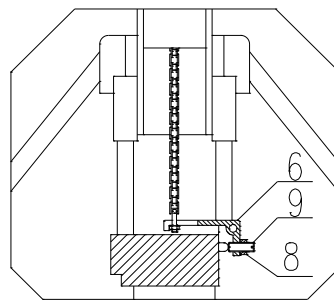

Figura 4
- 4.2. Utilizzare la vite (elemento 9) nella Figura 4 per regolare il transpallet. Dopo aver sollevato il corpo del transpallet, girare la vite leggermente in senso antiorario quando si abbassa. Quindi, ripetere la procedura fino a quando il corpo del transpallet si solleva normalmente. Il dado a testa esagonale (elemento 8) sulla vite svolge la funzione di blocco del transpallet. Prima della regolazione, è necessario svitare il dado. Accertarsi di reinserire il dado dopo aver avvitato la vite.